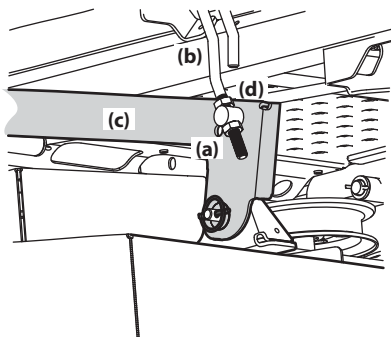

Figure 4-12
- Desserrez l'écrou inférieur (a) situé sur la barre ajustable (b) qui est fixée au bras de relevage (c) pour abaisser le plateau de coupe, puis serrez l'écrou supérieur (d) pour fixer le plateau de coupe. Desserrez l'écrou supérieur (d) et serrez l'écrou inférieur (a) pour fixer le plateau de coupe. Voir Figure 4-12.